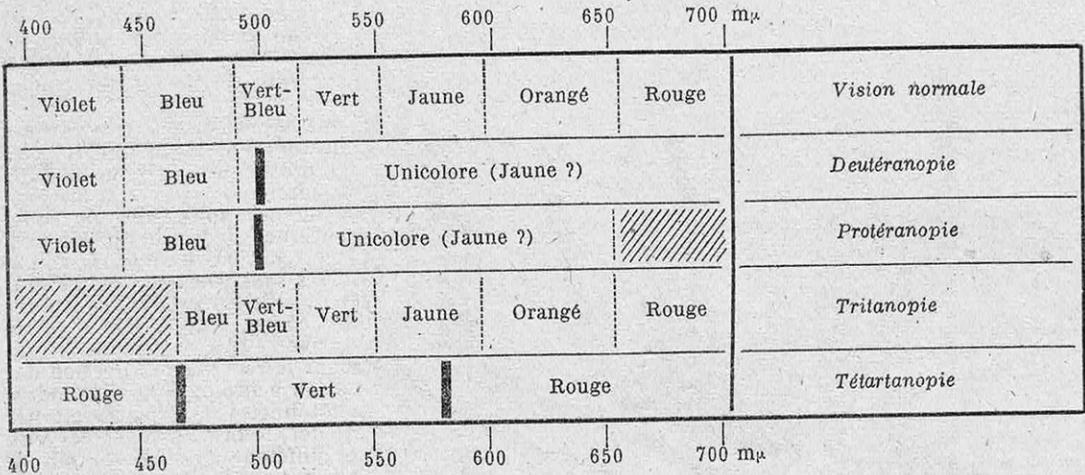

FIG. 4 - COMMENT EST VU LE SPECTRE DES RADIATIONS LUMINEUSES PAR UN SUJET A VISION NORMALE ET PAR DES SUJETS DALTONIENS DES QUATRE TYPES
A l'aide de son hypothèse, Young réussit à donner une explication acceptable d'une anomalie qu'avait observée sur lui-même le chimiste Dalton, anomalie qu'aujourd'hui on appelle « daltonisme ». Dalton ne pouvait distinguer le rouge du vert. C'est là une anomalie assez répandue, très intéressante également du point de vue génétique, car l'étude de son hérédité a permis de préciser certains détails concernant les chromosomes et les gènes portés par ceux-ci (1). De nos jours, des tests spéciaux éliminent les daltoniens des emplois où ils ne sauraient suffire à leur tâche (2); citons les conducteurs de trains, du métro, certain personnel navigant, les pilotes d'avion, etc. Toutefois, cette anomalie n'est pas la seule de son genre; on en connaît quatre en tout. La figure 4 montre le spectre normal et les spectres perçus par les quatre types de daltoniens.